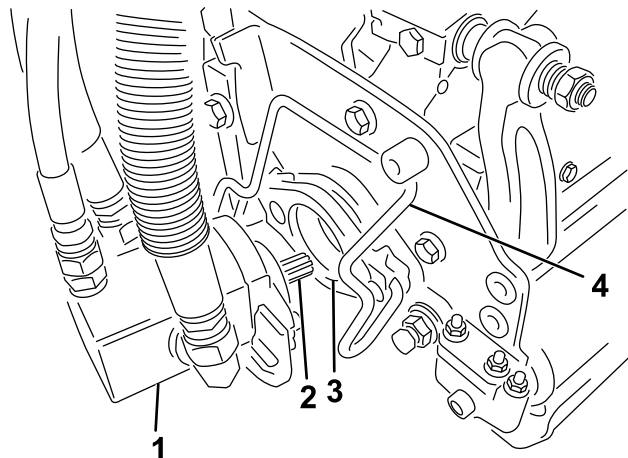

图 56
5. 在滚刀组马达的花键轴上涂抹干净的润滑脂图 56。
6. 将马达插入滚刀组左侧从操作员的位置看并将滚刀组上的马达固定架拉向马达直到听见马达两侧发出“咔哒”的声音图 56。